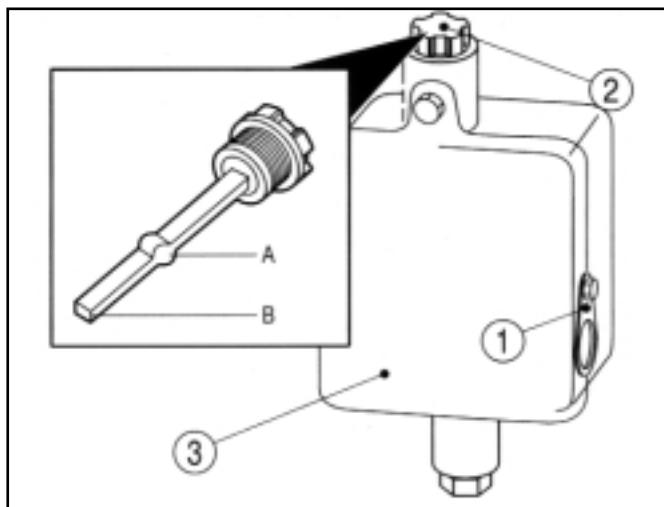

FIG. 104 / ABB. 104 / FIG. 104
Le réservoir (3) dans la Fig. 104 est logé à l'avant droit du tracteur. Enlevez le panneau droit du capot pour y accéder.
Le moteur à l'arrêt, enlevez la jauge (2) dans la Fig. 104 du réservoir. Le niveau doit être entre les marques A et B. Si nécessaire, ajoutez de l'huile par l'ouverture.
Enlevez le bouchon de vidange (3) dans la Fig. 104 du fond du réservoir et laissez l'huile s'écouler complètement. Appliquez un produit d'étanchéité sur les filets du bouchon de vidange et revissez-le.
Der Ausgleichsbehälter (3) der Servolenkung befindet sich auf der rechten Seite vorne am Traktor, wie aus Abb. 104 ersichtlich. Die rechte Seitenhaube abnehmen, um Zugang zu bekommen.
Bei ausgeschaltetem Motor den Meßstab (2) in Abb. 104 aus dem Ausgleichsbehälter schrauben. Der Ölstand sollte zwischen der oberen Markierung A und dem Ende B des Meßstabs liegen. Falls erforderlich, Öl in den Ausgleichsbehälter einfüllen.
Die Ablaßschraube (3) in Abb. 104 herausdrehen. Das Öl vollständig ablaufen lassen. Das Gewinde der Ablaßschraube mit Dichtungsmittel bestreichen und die Schraube wieder in den Behälter hineindrehen.
Het oliereservoir voor de stuurbekrachtiging (3) in Fig.104 bevindt zich rechts vooraan in de tractor. Verwijder het rechterzijpaneel van de motorkap om er bij te kunnen.
Schroef de peilstok (2) Fig.104 los. De olie moet tussen het hoogste peil A en het einde van de peilstok B komen. Voeg indien nodig door de opening voor de peilstok olie toe.
Schroef de aftapdop (3) in Fig.104 los uit de bodem van het oliereservoir. Laat de olie eruit lopen. Breng afdichtingsmateriaal aan op de draad van de aftapdop en schroef hem daarna weer vast.